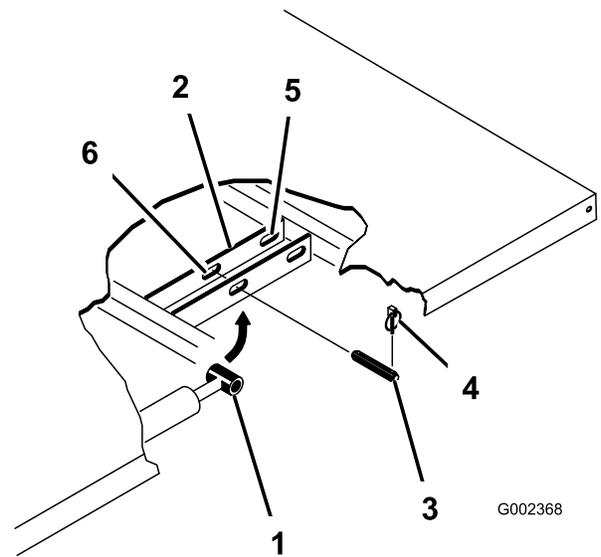

Figura 3
2. Rimuovete gli acciarini dalle estremità esterne dei perni con testa dell'asta del cilindro (Figura 3).
3. Rimuovete i perni con testa che fissano le estremità dell'asta del cilindro alle piastre di fissaggio del pianale, premendoli verso l'interno (Figura 3).